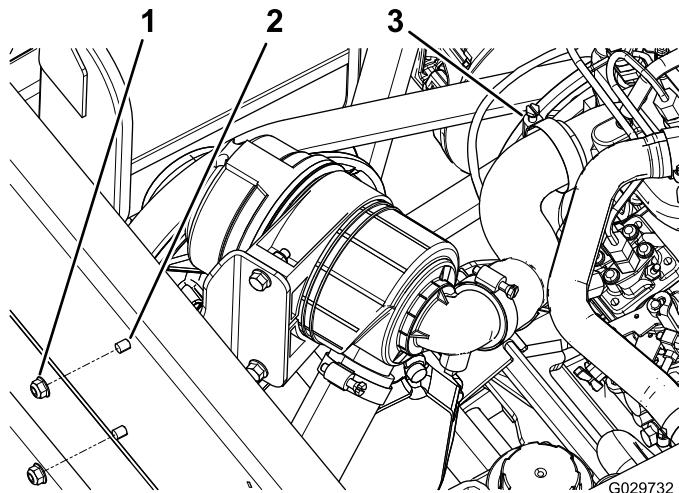

図 5
- 機体の後フレーム部材に、エアフィルタアセンブリを取り付けるキャリッジボルト2本とフランジナット2個を使用する図5。
- 長いホースの端を、エンジンに、ホースクランプで仮止めする図5。